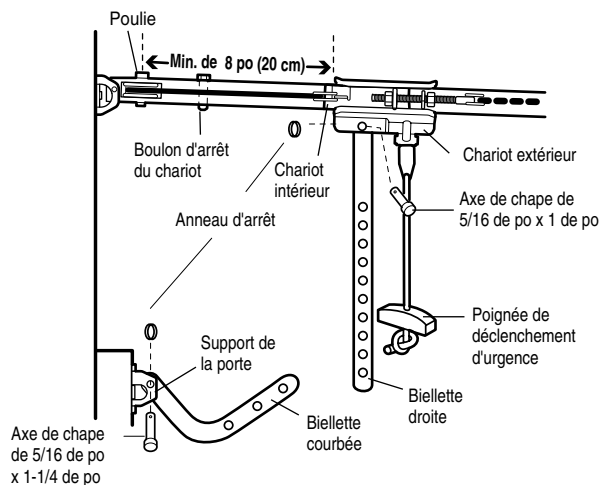

Figure 1
- S'assurer que la porte du garage est complètement fermée. Tirer la poignée de déclenchement d'urgence pour détacher le chariot extérieur du chariot intérieur. Reculer le chariot extérieur (en l'éloignant de la poulie) d'au moins 8 po (20 cm), comme illustré aux Figures 1, 2 et 3.
- **Figure 1:**